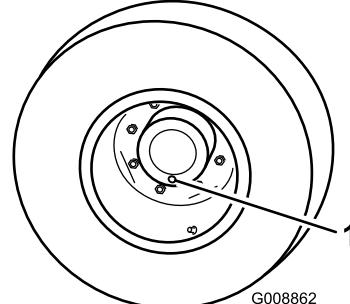

図 66
1. 平らな場所で、点検・ドレンプラグが一番低い位置時計の 6 時の位置に来るよう停止させる図 66。